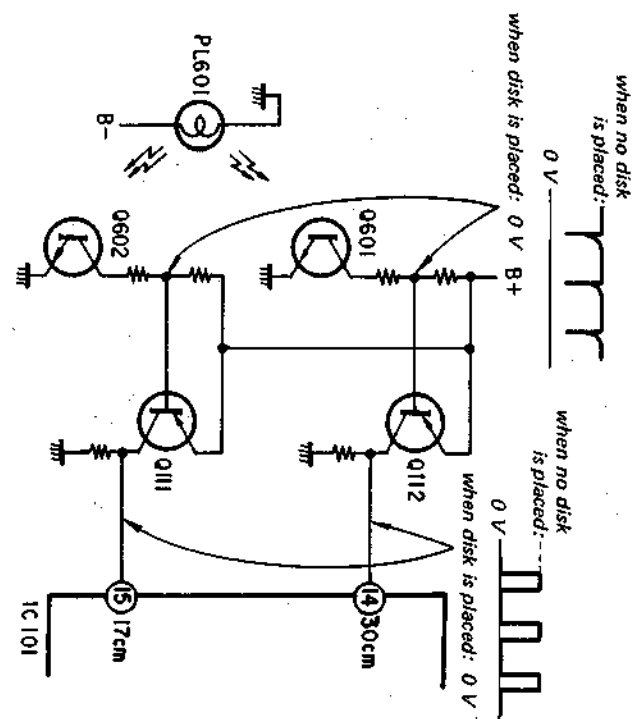

Fig. 4
4. Automatic Disk Size Detector (See Fig. 4):